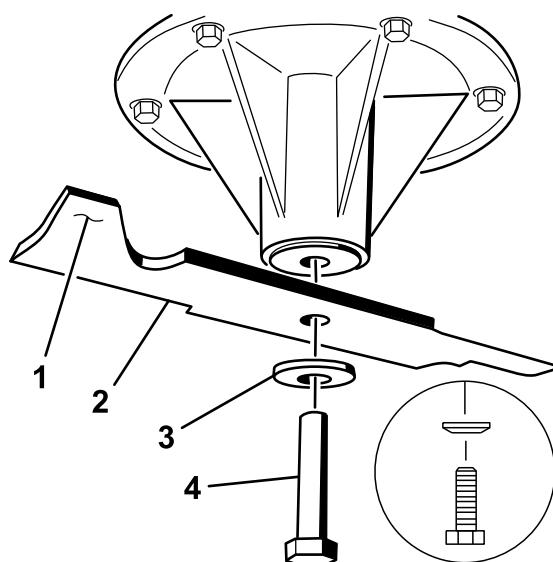

Figura 101
1. Instale la cuchilla en el eje (Figura 101).
2. Instale la arandela de muelle y el perno de la cuchilla (Figura 101).